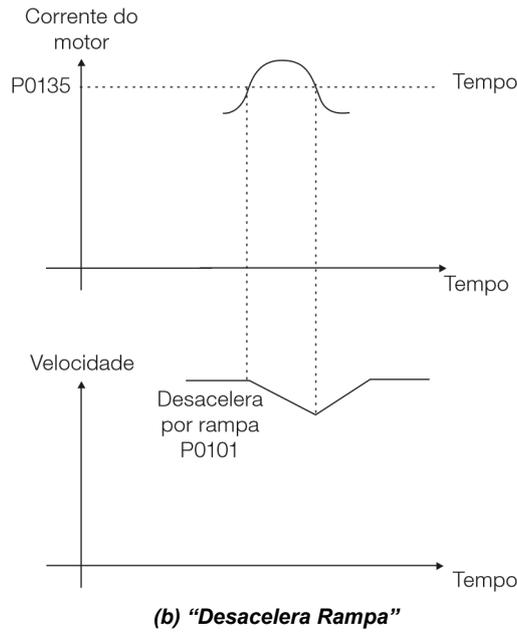

Figura 10.8: (a) e (b) Modos de atuação da limitação de corrente via P0135
- ☑ Atuação: se a corrente do motor ultrapassar o valor ajustado em P0135 durante a aceleração ou desaceleração, a rotação não será mais aumentada (aceleração) ou diminuída (desaceleração). Quando a corrente do motor atingir um valor abaixo de P0135 o motor volta a acelerar ou desacelerar. Consulte a Figura 10.8 na página 10-8.
- ☑ Atuação: se a corrente do motor ultrapassar o valor ajustado em P0135, a entrada da rampa de rotação é zerada forçando a desaceleração. Quando a corrente do motor atingir um valor abaixo de P0135 o motor volta a acelerar. Consulte a Figura 10.8 na página 10-8.